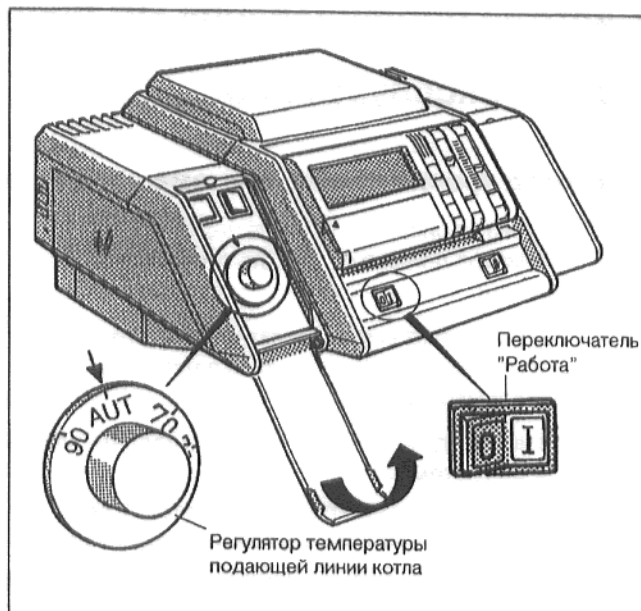

рис. 1 Ввод в эксплуатацию
- Открыть, опустив вниз, левую крышку на устройстве регулирования (рис. 1).
- Установить переключатель "Работа" (рис. 1) в положение I (ВКЛ).
- Установить регулятор температуры подающей линии котла (рис. 1) в положение "AUT".
- Вновь закрыть левую крышку на устройстве регулирования (рис. 1).